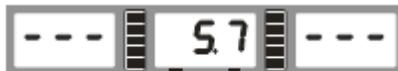
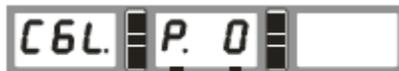
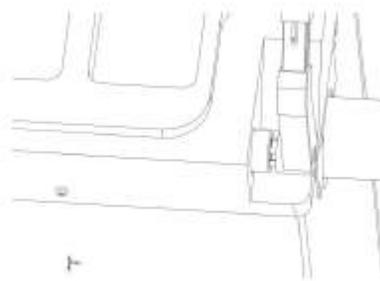

Fig. 5
Fig. 7
Fig. 8
Haga esta calibración cuando crea que no está siendo precisa o cuando el calibrador estén en la posición 0 y los LEDs permanezcan parpadeando Fig.5.
2. Después de que la Fig. 5 aparezca, presione STOP+FINE, luego se desplegará la Fig 7, mueva el calibrador hasta la posición "0" y manténgalo ahí (como en la Fig. 8), presione ALU para confirmar.